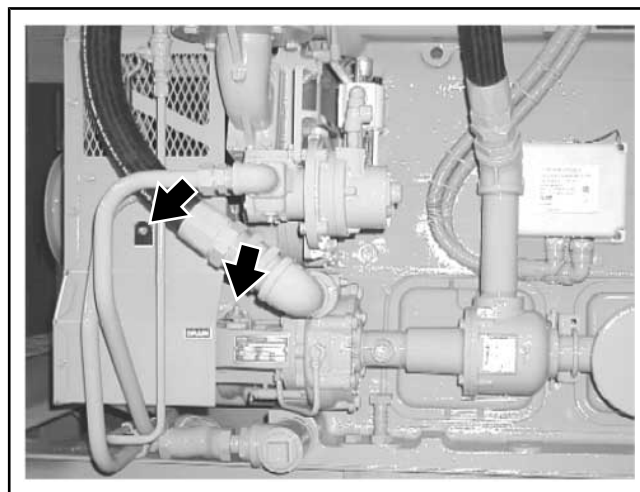

Рисунок 7.05-3: Места расположения тавотниц
1. Расположение тавотниц(ы) вспомогательного водяного насоса (см. Рисунок 7.05-3).
2. При помощи ручной пресс-масленки закачайте две-три порции консистентной смазки Lithoplex № 2 в тавотницы (см. Рисунок 7.05-3).